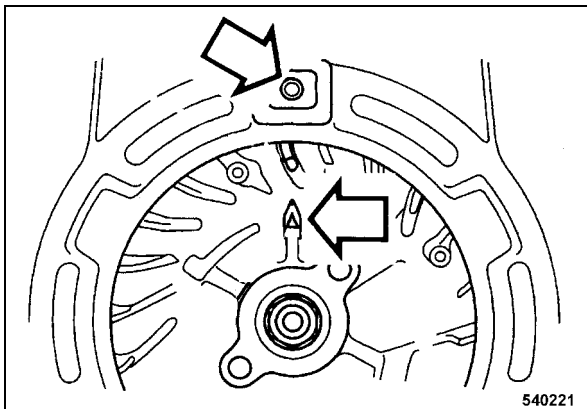

рис. 44
- Отметка выверки на ребре дискового маховика (рис. 44) должна быть выровнена с верхним отверстием на крышке вентилятора.